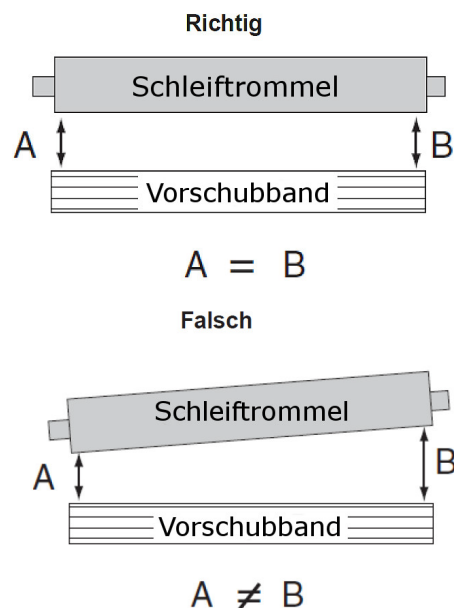

Abb. 25: Parallelität von Vorschubband und Schleiftrommel
Schritt 7: Messung an der Stelle A und B wie in Abbildung 25 dargestellt durchführen.